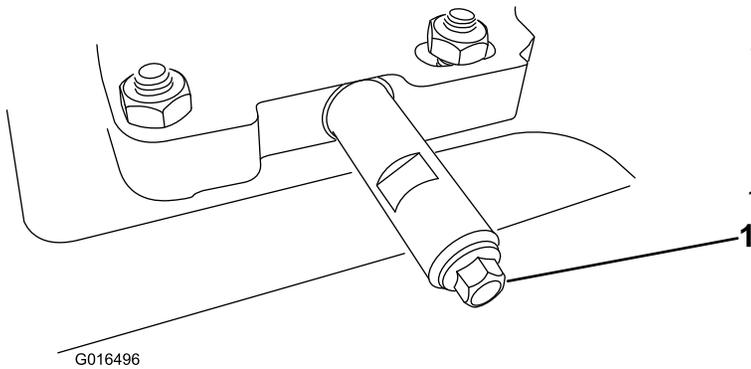

Bild 30
2. Reinigen Sie den Bereich um die Ölablassmutter (Bild 30).